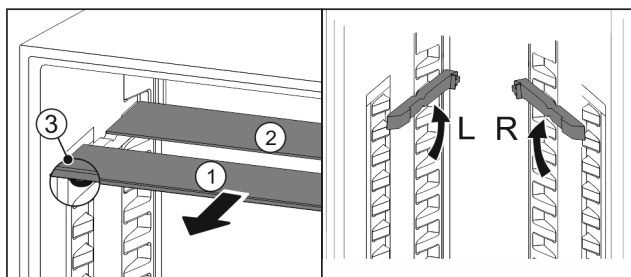

Fig. 33
- Dra ut Fig. 33 (1) glashyllorna framåt en i taget.
- ▷ Glashyllan Fig. 33 (1) med dekorlisten ligger längst fram.
- ▷ Stoppklackarna Fig. 33 (3) är vända nedåt.